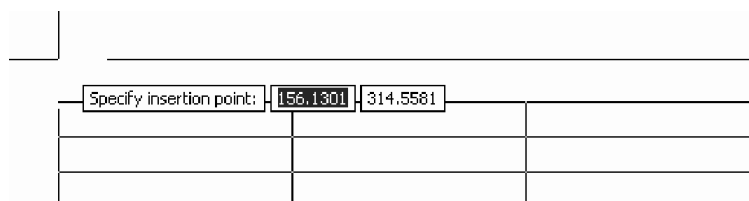

Fig. 6.40 Punctul de inserare a tabelului
8. La promptul *Specify insertion point*: se indică un punct de inserare, unde va fi plasat colțul din stânga-sus al tabelului, ca în Fig. 6.40.